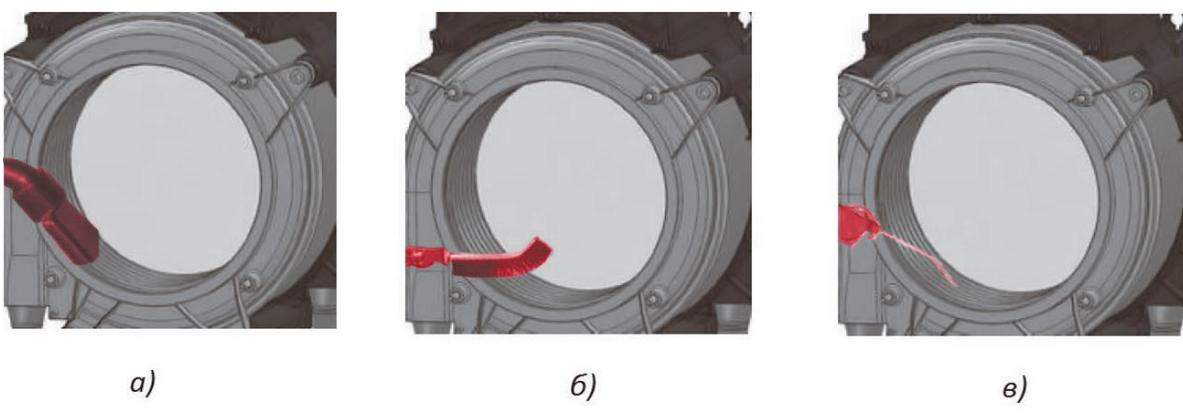

Рис. 18. Чистка камеры сгорания
- (рисунок 18а);
2. Очистить спираль теплообменника щеткой. Для чистки спирали теплообменника запрещено применять щетку с металлическими щетинками (рисунок 18б).
3. Соберите пылесосом отложения, осыпавшиеся после работы щеткой (рисунок 18а);
4. Продуйте сжатым воздухом промежутки между спиралью теплообменника (рисунок 18в);
5. Удалите образовавшийся мусор пылесосом (рисунок 18а).